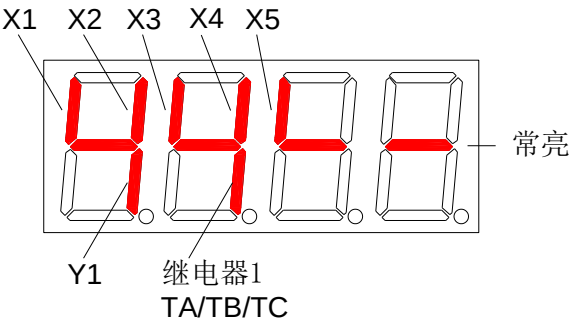

图 6-28 端子状态
- ◆ 端子状态为 4 位数码管无单位显示，具体含义如图 6-28 所示。